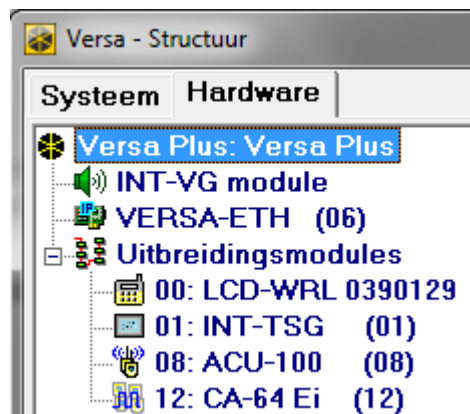

Fig. 12. DLOADX programma: Voorbeeld van apparaten aangesloten op het alarmsysteem en worden getoond in het "Hardware" tabblad, "Versa – Structuur" scherm.
- DLOADX programma: "Versa – Structuur" scherm → "Hardware" tabblad. U vindt de lijst met apparaten aan de linkerkzijde van het scherm (Fig. 12). Klik op de naam van het apparaat welke u wilt configureren.